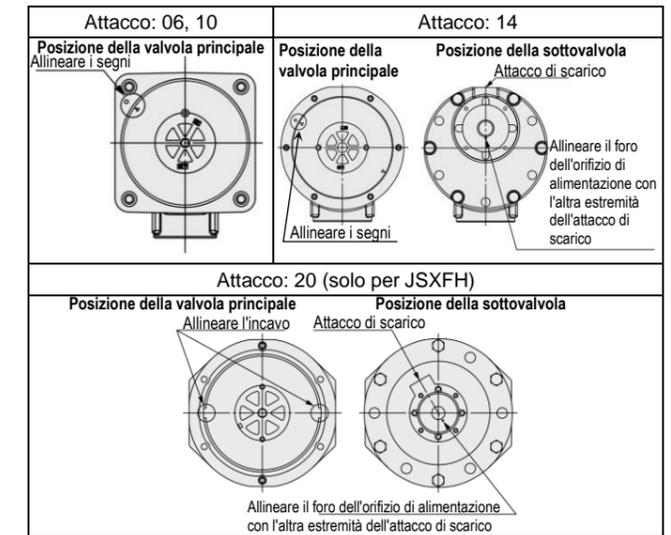

Figura 10.
- Assemblare la valvola principale (sottovalvola) al corpo, facendo riferimento alla direzione di montaggio mostrata in Figura 10. Un montaggio errato può causare il malfunzionamento del prodotto.